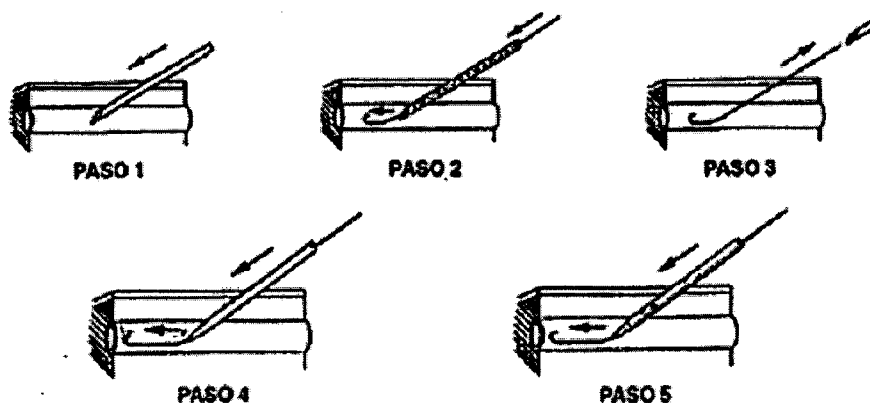

Figura 3.4.1: Pasos en la inserción del catéter en la técnica de Seldinger.
4. Prepare el dispositivo de avance para la guía tal y como se muestra en la Figura 3.4.1.